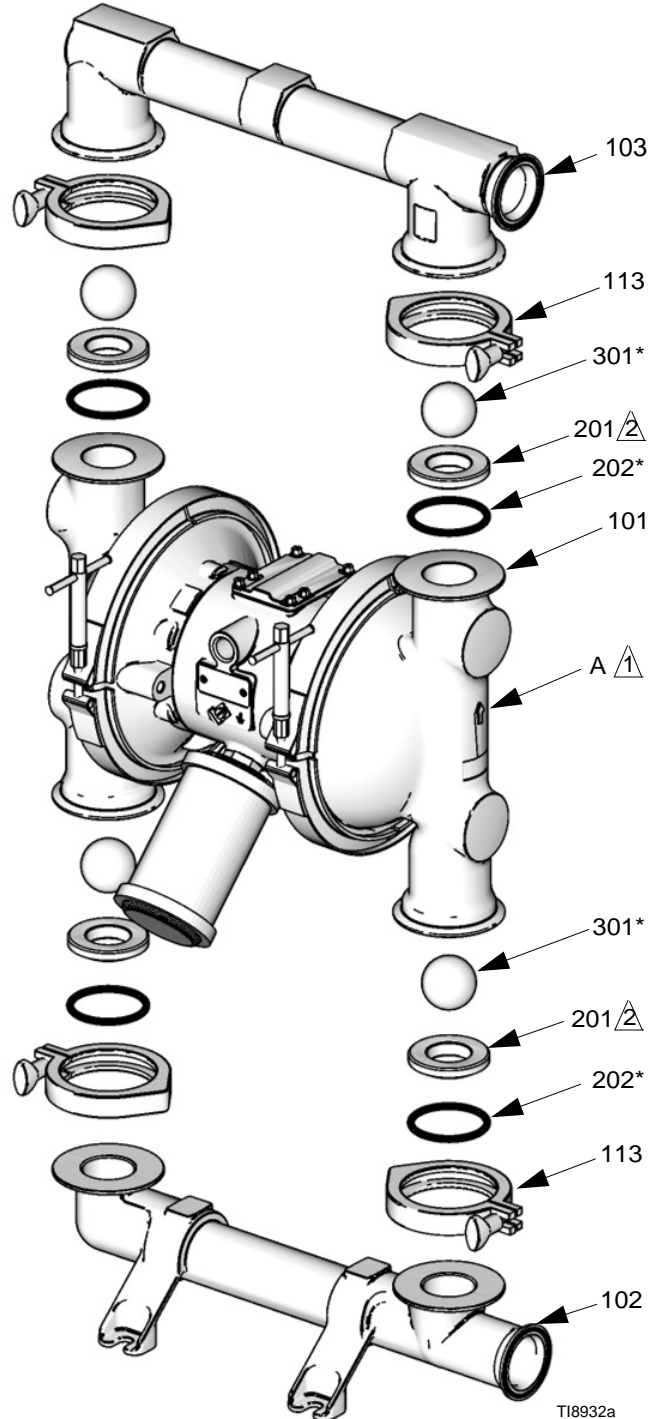

FIG. 9
- Pour vous assurer que les billes (301) se placent correctement, vérifiez systématiquement les sièges (201) lors du remplacement de ces dernières. Si la surface d'appui montre des signes évidents d'usure, remplacez les sièges le cas échéant. Remplacez également les joints toriques (202) si nécessaire. Les joints toriques en PTFE doivent être remplacés chaque fois que les collecteurs sont retirés.
3. Retirez les colliers (106) maintenant le collecteur de sortie (103) sur les capots à fluide (101). Voir FIG. 9.
4. Retirez les joints toriques (202), les sièges (201) et les billes (301) du collecteur (103).
5. Retournez la pompe et retirez le collecteur d'entrée (102). Retirez les joints toriques (202), les sièges (201) et les billes (301) des capots à fluide (101).
2. Remontez dans l'ordre inverse en tenant compte des remarques de FIG. 9. Assurez-vous que les clapets anti-retour à bille et les collecteurs sont montés **exactement** comme indiqué. Les flèches (A) sur les capots à fluide (101) **doivent** être orientées vers le collecteur de sortie (103).
- ⚠ La flèche (A) doit être orientée vers le collecteur de sortie (103)
- ⚠ La surface d'appui arrondie doit être orientée vers la bille (301). Le large chanfrein du diamètre extérieur doit être orienté vers le joint torique.